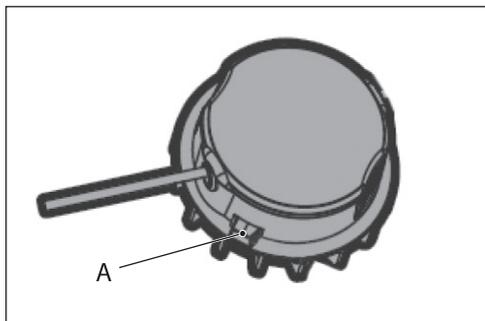

Рис. 8
Нажмите и отпустите кнопку ручной подачи лески (А), одновременно потяните за два конца лески, до тех пор пока они не достигнут ножа для обрезки лески (рис. 8).
2. Нажмите кнопку разблокировки штанги (6) и поверните основную рукоятку (1) против часовой стрелки, удерживая штангу (8), чтобы отрегулировать триммерную головку под углом 0° (рис. 8). Отпустите кнопку разблокировки (6) и продолжайте поворачивать главную ручку (1), пока она не зафиксируется на месте. Убедитесь, что кнопка разблокировки (6) встала на место.